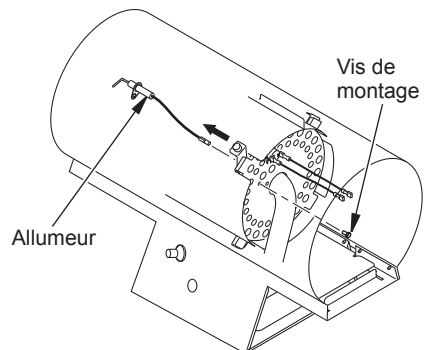

Figure 11 - Enlèvement de la vis de montage de l'allumeur et de l'allumeur
- Retirez la vis de montage de l'allumeur à l'arrière avec un tourne-écrou ou un tournevis standard (voir Figure 11).
2. Pas d'étincelle de l'allumeur. Pour vérifier l'étincelle, consultez l'étape 8 sous Allumeur , page 9. Si vous remarquez une étincelle de l'allumeur, faites réparer l'appareil de chauffage par un technicien compétent. Si vous ne voyez pas d'étincelle : A) Fil de l'allumeur desserré ou déconnecté B) Écartement incorrect de l'électrode C) Allumeur piézoélectrique desserré D) Électrode d'allumeur défectueuse	2. A) Vérifiez le fil de l'allumeur. Resserrez ou rebranchez le fil de l'allumeur. Voir Figure 11, page 8 pour l'emplacement du fil de l'allumeur B) Réglez l'écartement entre l'électrode de l'allumeur et la plaque cible à 0,43 cm (0,17 po) C) Serrez l'écrou qui retient l'allumeur piézoélectrique à la base de l'appareil de chauffage D) Remplacez l'électrode de l'allumeur. Voir Allumeur , page 8